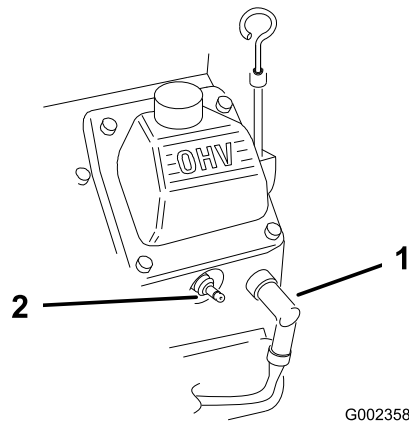

Figura 25
2. Desligue os cabos das velas de ignição (Figura 25).